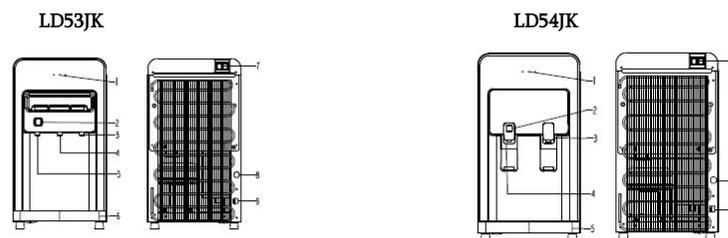

Рис.1 Наименование компонентов диспенсера
2. Вставьте до упора (примерно на 1,5 см) один конец отрезанной трубки  $\frac{1}{4}$ » в фитинг на кулере (в зависимости от модели - поз.7 или 8 (рис.1)), а второй конец в фитинг, расположенный на крышке водозаборника, одеваемого на бутылю.
- Необходимо подождать несколько минут, пока все внутренние резервуары аппарата заполнятся водой. В течение этого времени насос будет работать непрерывно. Это нормально. Если насос прекратит работу и включится индикатор недостатка воды (рис.1, поз.1), то включите/выключите ( перещёлкните) любой выключатель (рис.1, поз. 7) – насос продолжит работу. После того, как вода из бутылки больше не заполняет баки аппарата, необходимо убедиться, что при нажатии клавиши горячей воды, вода из краника идет непрерывной струей. Только после этого можно включить систему нагрева и охлаждения.
#### Порядок действия при включении индикатора отсутствия воды (рис.1, поз. 1, центральный).
Если в бутылки закончится вода, начнёт мигать индикатор (поз.1, рис.1):
- Включите/выключите ( перещёлкните) любой выключатель (поз. 7, рис.1) – насос начнёт работу.
- Для модели LD53JK - нажмите кнопку безопасности (поз.2, рис.1) включения подачи горячей воды, затем нажмите на клавишу включения подачи горячей воды, чтобы начать налив.
- Для модели LD54JK - нажмите кнопку безопасности (поз.2, рис.1) на кране подачи горячей воды, затем нажмите на кран кружкой подачи горячей воды, чтобы начать налив.